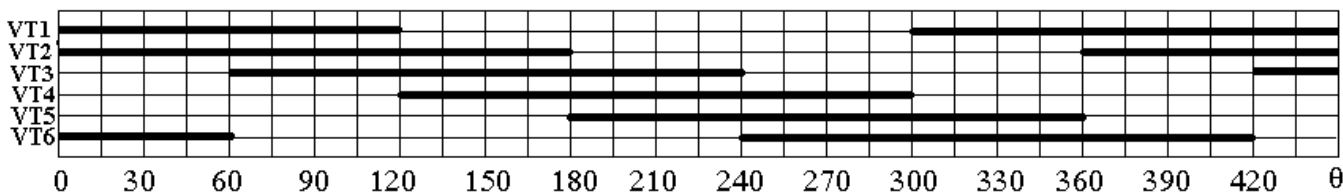
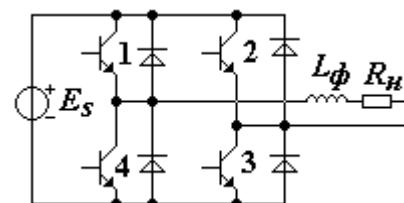

Рис.2
Рис.1
**Задание 3-3а** Дано:  $E_S=200$  В;  $R_H=40$  Ом;  $L_\phi=0,01$  Гн;  $f=20$  Гц. Для схемы рис.1, при включении транзисторов согласно рис.2: